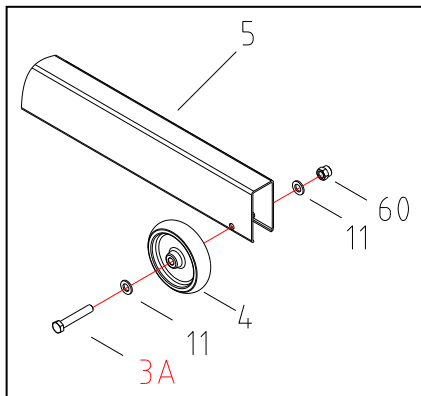

Fig. 1
Étape 1 (Fig.1) :
Assemblez le boulon (3A#), l'écrou (60#) et la rondelle (11#) dans l'ordre indiqué sur la fig.1 et placez la roue avant (4#) dans les trous désignés de la base (5#). Serrez l'écrou (60#).